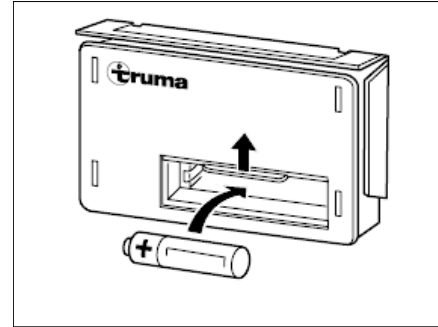

Bild 102 Batteriewechsel
- Die Abdeckung des Batteriefachs am Zündautomaten (Bild 102) nach oben schieben.
- Eine neue Batterie gleichen Typs polrichtig (+/-) in das Batteriefach des Zündautomaten einsetzen (Bild 102). Nur temperaturbeständige (+70 °C) und auslauf-sichere Mignon-Batterien verwenden.